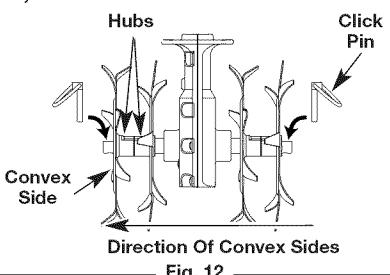

Fig. 12
- Quite el pasador de trinquete de cada uno de los extremos del eje de los dientes. Saque los dientes deslizándolos del eje (Fig. 12).
- Coloque los dientes nuevos deslizándolos en su lugar con los núcleos mirando uno hacia el otro (Fig. 12).